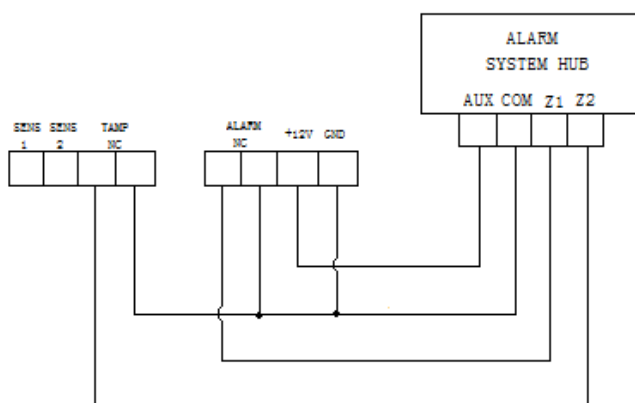

图 2-报警系统接线图
2. 如果传感器通过电源通电, 则需在传感器的表面钻孔（注意：若将传感器连接到报警系统, 请参照图 2 接线方式）；